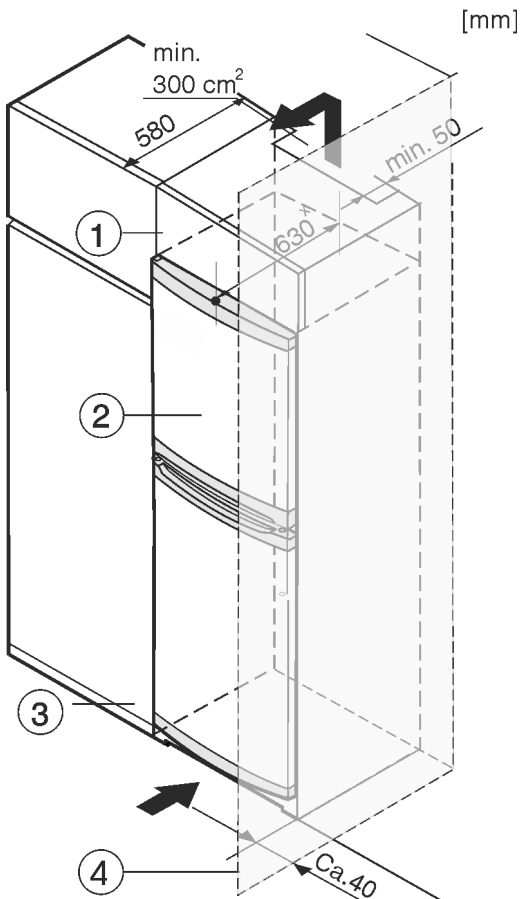

Fig. 8
- (1) Шафа для встановлення на пристрої
- (2) Пристрій
- (3) Кухонна шафа
- (4) Стінка
Перед встановленням пристрою можна змінити його конструкцію відповідно до кухонної шафи. Щоб привести висоту пристрою Fig. 8 (2) у відповідність із розмірами кухонної ніші, можна встановити на нього спеціальну шафу Fig. 8 (1).
У разі переобладнання кухонними шафами (глибина щонайбільше 580 мм) пристрій можна встановити безпосередньо поруч із кухонною шафою Fig. 8 (3). Пристрій виступає за передню частину кухонної шафи на 34 мм * з боків і на 50 мм * посередині.
Якщо пристрій із шарнірами встановлюється поруч зі стіною Fig. 8 (4), відстань між пристроєм і стіною має становити щонайменше 40 мм. Це відповідає необхідній відстані для ручки після відкриття дверцят.